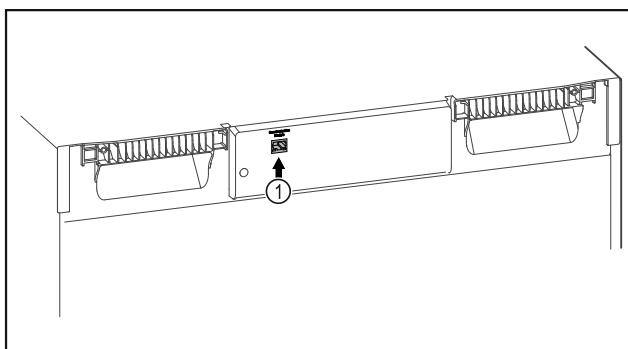

Fig. 142
- Je používán SmartModule Fig. 142 (1).